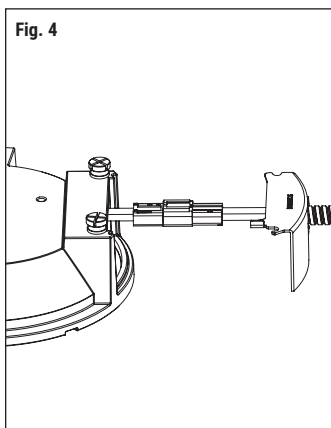
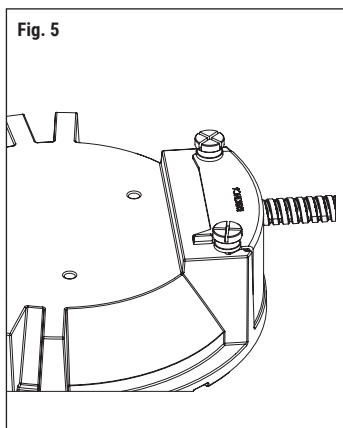

Fig. 4
Fig. 5
- Plug LED light engine wiring connector into HM4/HM6 Halo Commercial recessed LED housing connector (Fig. 4). LED connector must be fully inserted. Insert the connector assembly into the cavity. Close the cavity with the bracket using the thumb screws provided (Fig. 5). Ensure thumb screws are seated flush.
- Branchez le connecteur du câble de l'engin lumineux DEL au connecteur du boîtier encastré DEL commercial HM4/ HM6 de Halo (Fig. 4). Le connecteur DEL doit être complètement inséré. Insérez l'ensemble du connecteur dans la cavité. Fermez la cavité et le support en utilisant les vis à serrage à main fournies (Fig. 5). Assurez-vous que les vis à serrage à main sont complètement assises.
- Conecte el conector de cableado del motor de luz LED en el conector del alojamiento LED empotrado comercial Halo HM4/HM6 (Fig. 4). El conector del LED debe insertarse completamente. Inserte el conjunto del conector en la cavidad. Cierre la cavidad con el soporte utilizando los tornillos de pulgar suministrados (Fig. 5). Asegúrese de que los tornillos de pulgar se asienten al ras.